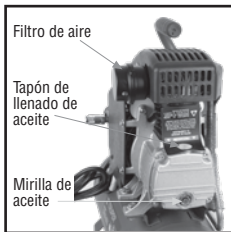

Fig. 1
aceite SAE-30 hasta llegar al nivel indicado. Conecte el cable de corriente y opere el compresor sin carga para asegurar que opera correctamente. (Ver Fig. 1)
4. El compresor usa aceite SAE-30. Durante la operación, la temperatura del aceite debe estar abajo de 70 °C. (Ver Fig. 1)
6. Regularmente, debe limpiar el filtro de aire una vez a la semana. (Ver Fig. 1)